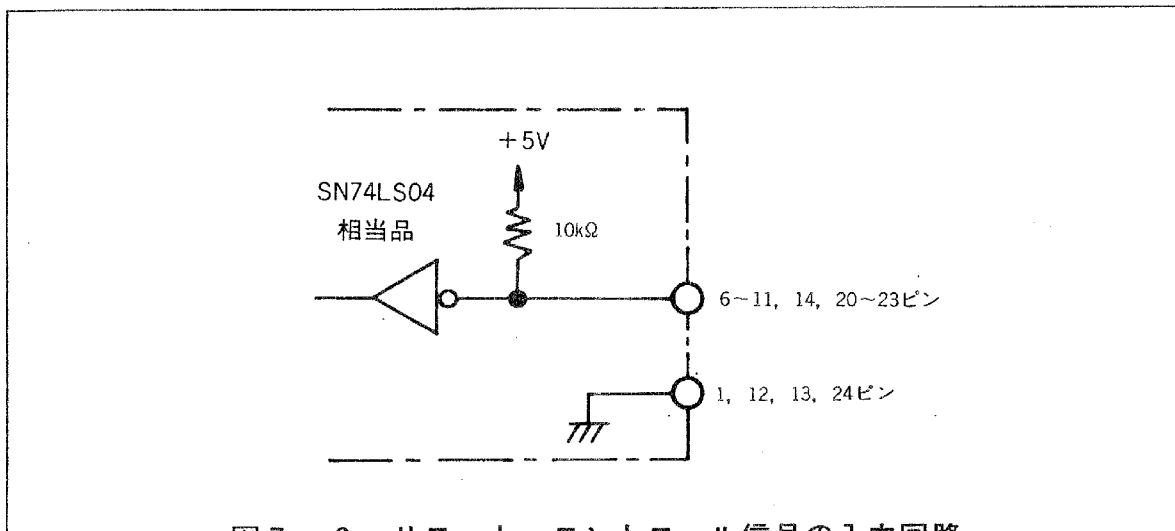

図 7-6 リモート・コントロール信号の入力回路
*RCA, *RCB, *RCC, *RCD, *RE 信号の入力回路を、[図 7-6] に示します。